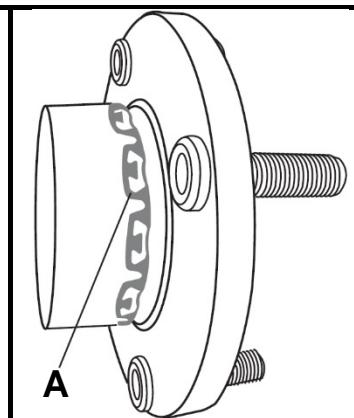

Fig.4
- Pour assembler la nouvelle unité de roulement, retenez l'écrou de vis de traction (4) au moyen d'une clé à molette 30 mm, tout en tournant la broche (8) au moyen d'une clé à douille 22 mm, et d'un manche à cliquet. (N'utilisez pas d'outils pneumatiques)
- Tournez la broche (8), jusqu'à ce que l'unité de roulement soit correctement positionnée. Assurez-vous, lors du montage, que le tenon (A) de la bague de sécurité (fig. 4) s'engage correctement dans la rainure de sécurité.